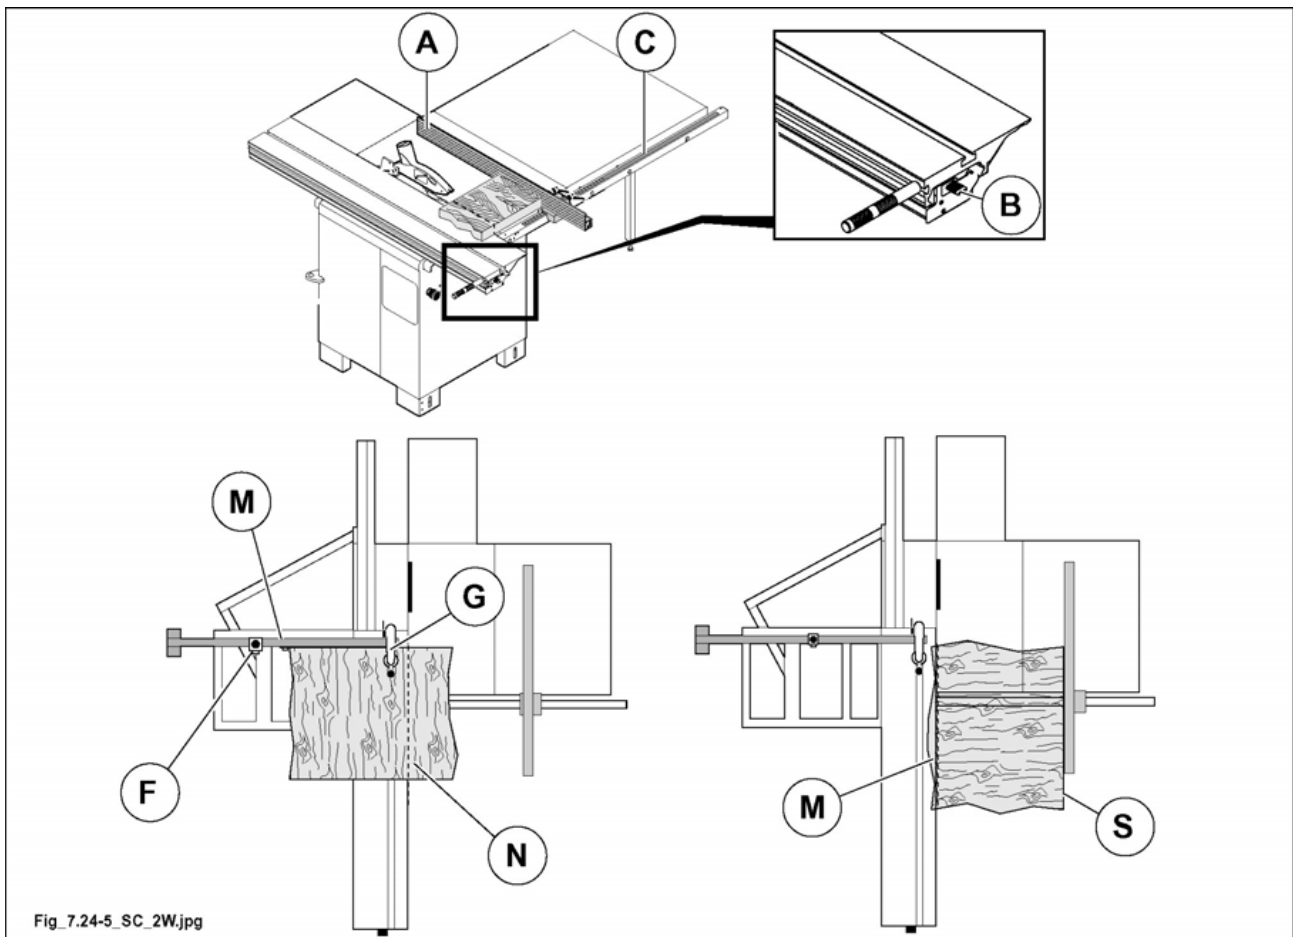

Abb. 7.24-5
Bei der Ausführung von Parallelschnitten die Führung (A Abb. 7.24-5). Bei der Positionierung und der Einstellung die Anweisungen von Kapitel 7.14 und Par. 7.15. beachten.
Positionieren Sie den Waggon Schlitten wie in (Abb. 7.24-5) gezeigt und blockieren Sie ihn mit dem Kugelgriff (B Abb. 7.24-5).
Die Positionierung des Werkstückes gegen Parallelanschlag (A Abb. 7.24-5) erfolgt mit Bezug auf Skala (C Abb. 7.24-5).
- Besäumschnitt (S Abb. 7.24-5) wie in dem vorherigen Beispiel beschrieben vornehmen (1. Schnitt).
- Parallelschnitt (M Abb. 7.24-5) vornehmen durch Legen der besäumten Seite (S Abb. 7.24-5) gegen Alu-Anschlaglineal für Parallelschnitte auf dem gewünschten Mass.
- Platte um 90° drehen und die besäumte Plattenseite (M Abb. 7.24-5) gegen den Anschlag legen: siehe Abb.7.11.
- Platte durch Spannarm (G Abb. 7.24-5) festspannen, den dritten Schnitt vornehmen.
- Platte um 180° so drehen, dass Seite (N Abb. 7.24-5) gegen Anschlag (F Abb. 7.24-5), der auf das gewünschte Mass eingestellt ist, ist.
- Nach Festspannen der Platte durch Spannarm (G Abb. 7.24-5) den letzten Schnitt vornehmen.